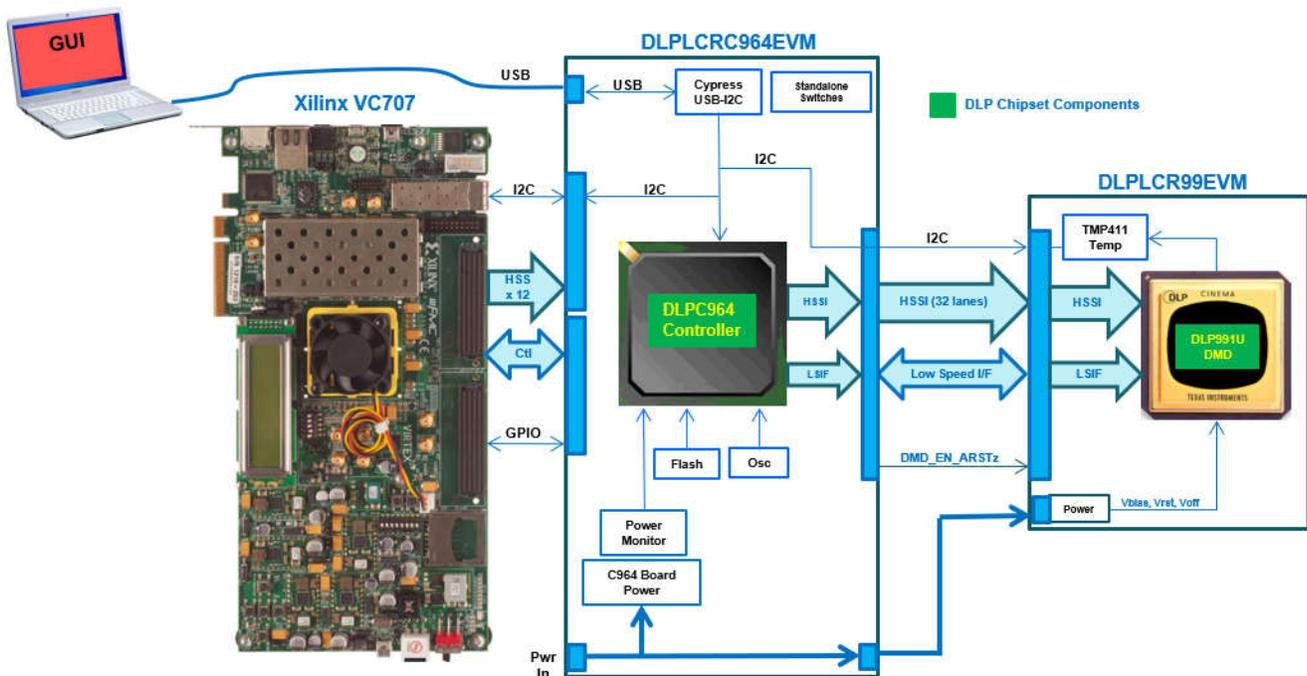

图 1-1. Apps FPGA 硬件目标
Apps FPGA 参考代码专用于搭载在 AMD Xilinx VC-707 评估板上的 AMD Xilinx Virtex-7 FPGA。图 1-1 展示了 VC-707 评估板如何连接到德州仪器 (TI) DLPC964 评估模块 (DLPLCRC964EVM)，而后者又连接到 DLPLCR99EVM。